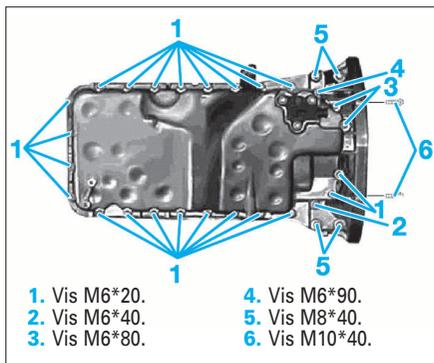

FIG. 44
- Déposer les fixations (7) de la barre stabilisatrice.
- les vis de fixation (1), (2), (3), (4), (5) et (6) du carter d'huile (Fig.44).
- Décrocher la chaîne (10) de la pompe à huile (12).
- Déposer la pompe à huile (12).
- respecter l'ordre de serrage du carter d'huile (Fig.44).